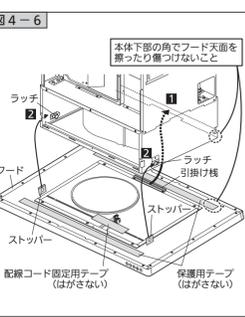

図4-6
6 フードを取り付けます。(図4-6)
- 保護用テープは「7. 横ふた・前ふた・後ふたの取り付け」にて前ふた・後ふたを取り付けるまではがさないでください。(図4-6)
- 配線コード固定用テープは手順7にてコネクタを接続するまではがさないでください。(図4-6)